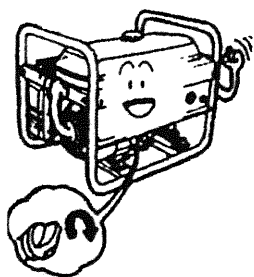

Fig. 11
- Si el nivel de aceite está por debajo de la marca mínima de la cala, rellenar hasta la marca superior.(Figure 11)